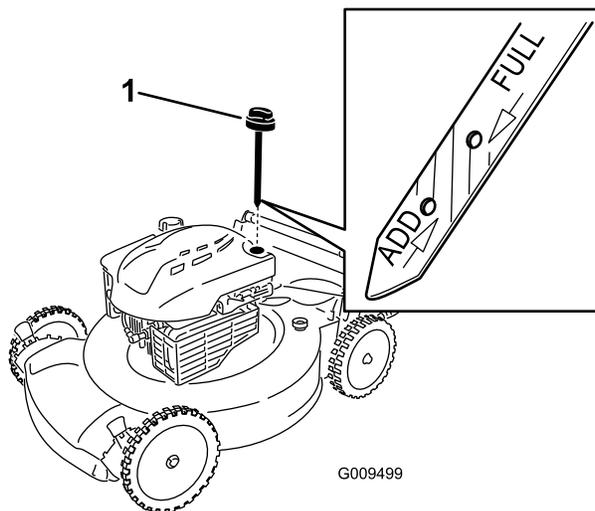

Рисунок 4
1. Извлеките масломерный шуп (Рисунок 4).
2. Медленно заливайте масло в маслозаливной патрубок до соответствующей отметки Full (Полный) на масломерном шупе (Рисунок 4). Не допускайте переполнения.